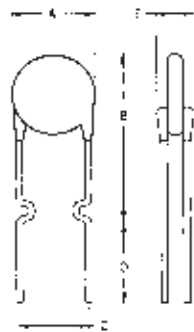

Рис. 5
- Дисковые с радиальными проволочными выводами: серии MF-R, MF-RX (рис. 5).